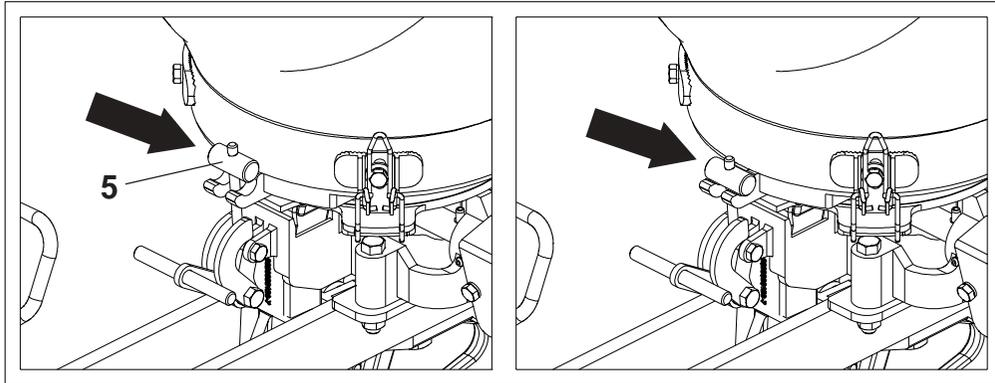

FIGURA 39
- Finalize fazendo o rearme da trava (5), fixando-a, **conforme mostra a figura 39.**